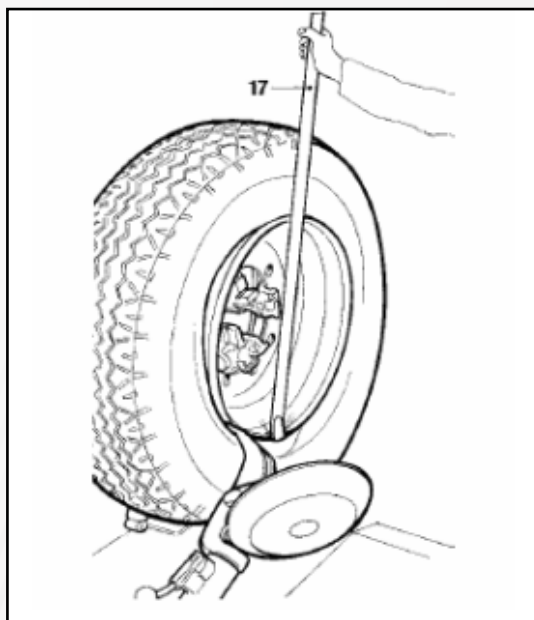

Рисунок 17
- вращайте колесо и одновременно проталкивайте съемный рычаг между ободом и бортиком, пока он не зацепится за бортик (см. рис. 17).
- вставьте рычаг 17 (рис. 17) между ободом и бортиком справа от съемного рычага.
- вставьте рычаг 17 (рис. 17) между диском и бортиком справа от съемного рычага.